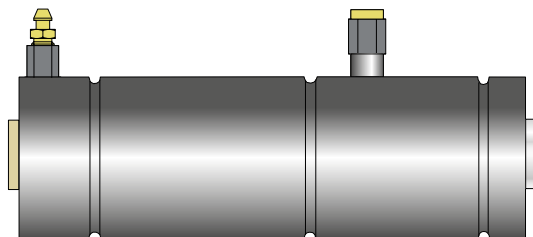

Figure 13: Vérin de travail
8.4 Coulisseau porte-outil (fig. 13)